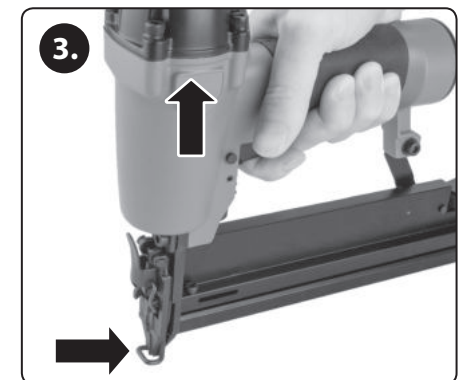

Abb. 5c
3. Bei gedrücktem Kontaktschalter drücken Sie den Auslöser vom Druckluftnagler, um einen Nagel/ Klammer einzutreiben (Abb. 5c, Schritt 3.).